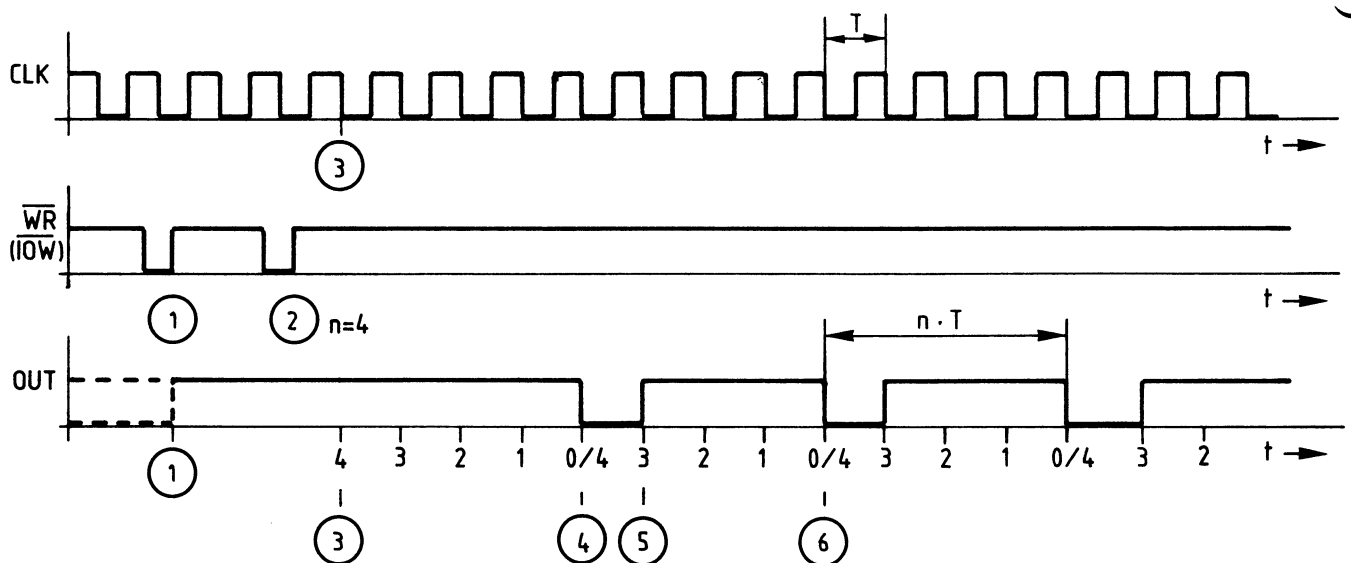

Bild 18: Impulsdigramm zur Betriebsart 2
Bild 18 zeigt das Wesentliche der Betriebsart 2 im Impulsdigramm.
Erläuterungen zu Bild 18:
- (1) Mit der positiven Flanke des $\overline{\text{WRITE}}$ -Signals (" $\overline{\text{IOW}}$ ") wird das Steuerwort für die Betriebsart 2 in das Steuerwort-Register des Zählers geschrieben. Der Ausgang "OUT" führt nun H-Signal, der Zähler arbeitet noch nicht.
- (2) Nun wird der Zähleranfangswert bzw. der gewünschte Teilfaktor mit einem oder mit zwei Schreibzyklen in das Zwischenregister geladen. In Bild 18 ist dies der Wert "4" mit einem Zyklus.
- (3) Durch den nächsten Takt erfolgt die Übernahme des Zähleranfangswertes vom Zwischenregister in den Zähler, die Zählung beginnt. Mit jedem weiteren Takt verringert sich der Zählerstand um den Wert "1".
- (4) Vier Takte nach der Zählerübernahme ist der Zählerstand "0" erreicht, und "OUT" nimmt für eine Taktperiode L-Pegel an. Gleichzeitig wird der Zähleranfangswert wieder aus dem Zwischenregister in den Zähler geladen.
- (5) Nach einem Takt führt "OUT" wieder H-Signal, der Zähler ist schon um 1 verringert.
- (6) Vier Takte nach der letzten Nullstellung des Zählers zum Zeitpunkt (4) ist wieder Null erreicht. Alle folgenden Perioden der Ausgangsspannung sind n-mal so lang wie die Taktperiode. Somit ist die Taktfrequenz durch n geteilt.
Im Impulsdiagramm von Bild 18 sind der Einfluß des GATE-Anschlusses und die Ladung eines neuen Zähleranfangswertes nicht berücksichtigt, weil dies nicht übersichtlich dargestellt werden kann. Entsprechende Hinweise finden Sie bei der Beschreibung der Merkmale dieser Betriebsart.